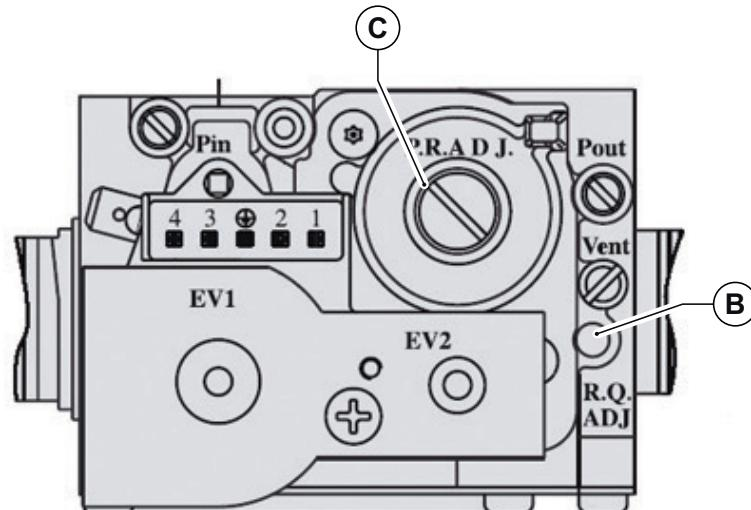

Fig. 40 Regolazione valore anidride carbonica
- Regolare il valore dell'anidride carbonica (CO₂) nei fumi ruotando il regolatore di rapporto B (vedi Fig. 40 Regolazione valore anidride carbonica) e assicurarsi che rientri nei limiti della Tab. 29 Valori di CO₂ nei fumi. Lasciare la caldaia in modalità spazzacamino e portarsi al passo successivo di regolazione alla potenza minima.
- Regolare il valore dell'anidride carbonica (CO₂) nei fumi ruotando il regolatore di offset C (vedi Fig. 40 Regolazione valore anidride carbonica) e assicurarsi che rientri nei limiti della Tab. 29 Valori di CO₂ nei fumi.